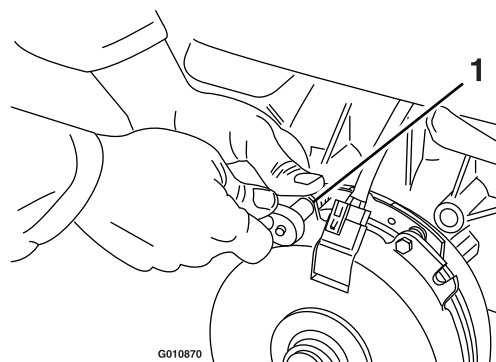

Figura 78
- A. Afloje ambos pernos de montaje del freno entre media y una vuelta, tal y como se muestra en la Figura 78.